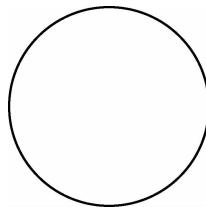

图 5-13 绘制直径为 100 mm 的圆
(1) 绘制直径为 100 mm 的圆,如图 5-13 所示。